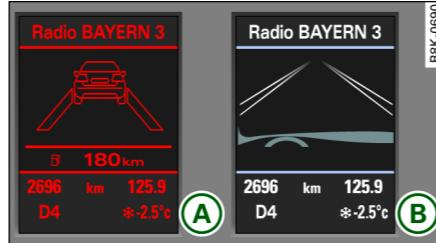

图 147 组合仪表：车道保持辅助系统开启，但未处于警告待命状态
- 未充色线条：虽然车道保持辅助系统已被开启，但未处于警告待命状态 ⇒ 图 147。